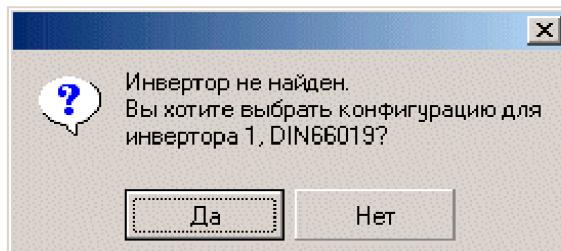

Рисунок 8
**2.3.** Для работы с программой при отсутствии подключенного инвертора необходимо самостоятельно выбрать конфигурацию предполагаемого устройства (рис. 8).